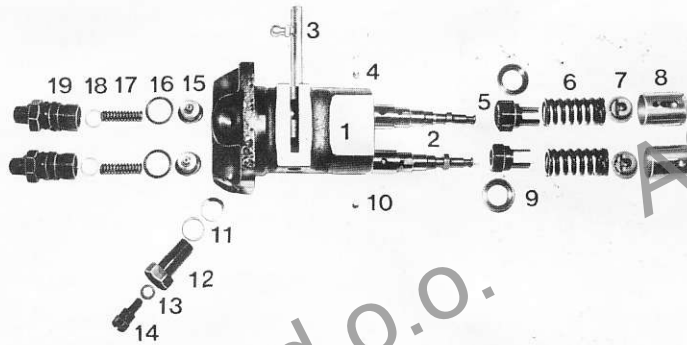

Fig. 13 - PARTICOLARI DELLA POMPA INIEZIONE
- 1) Si svita il raccordo per il tubo di mandata n. 1 sulla pompa (Fig. 13 n. 19) si toglie la valvola di mandata (n. 15) (ma non la sua sede) si collega il serbatoio alla pompa iniezione. Leva acceleratore in posizione di max e supplemento disinserito.